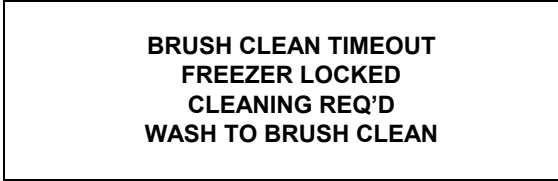

图 13
1. 刷子清洗计时器超时（最大设置为 14 天）。（见图 13）